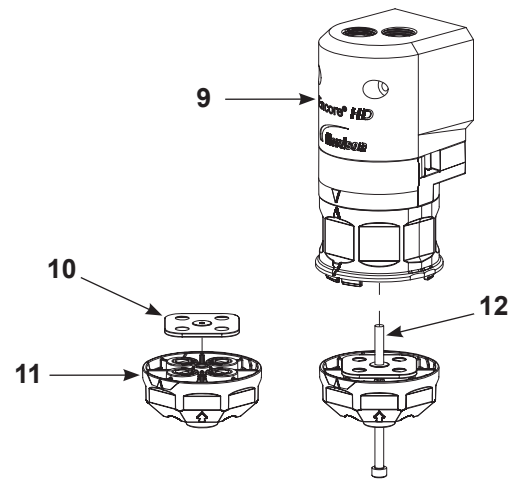

Figure 23 Assemblage du joint plat et du bloc en Y inférieur
**NOTE** : Le joint plat du bloc en Y (élément 10 dans la Figure 23) doit être remplacé à chaque fois que la pompe est démontée.
3. Voir la Figure 23. Poser le joint plat (10) sur le bloc en Y inférieur (11), puis faire passer la vis longue (12) à travers le bloc en Y inférieur et dans le boîtier de la vanne à étranglement, le bloc en Y supérieur et le distributeur de purge. Serrer les vis à un couple de 25-30 in.-lb (2,8-3,4 N•m).